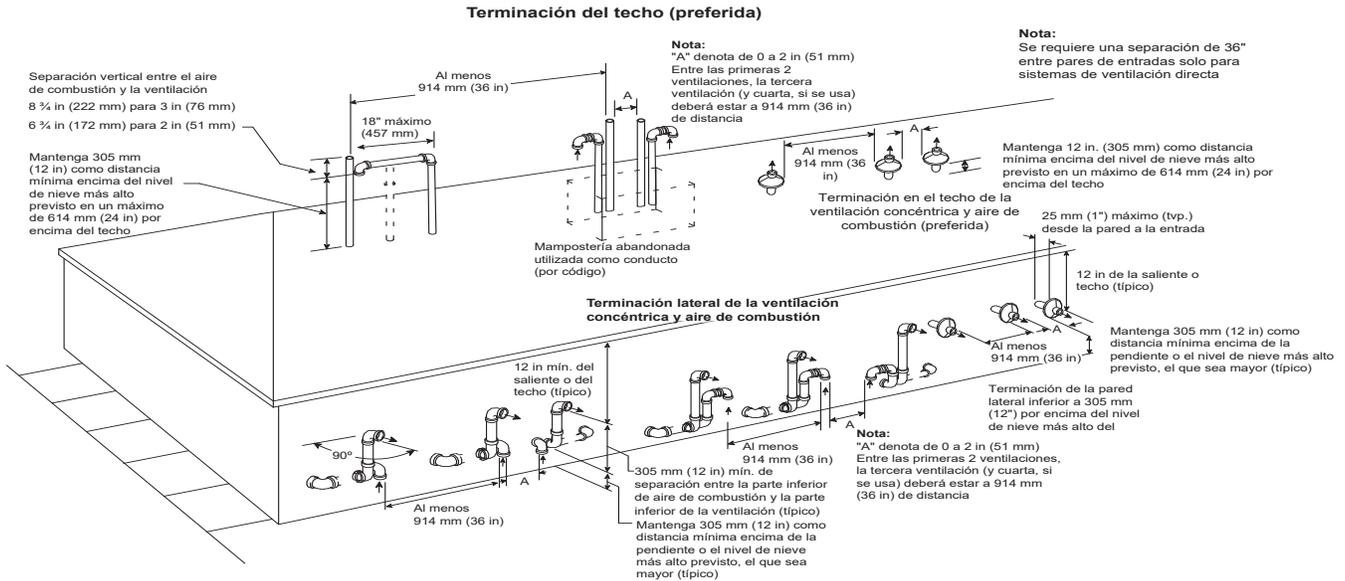
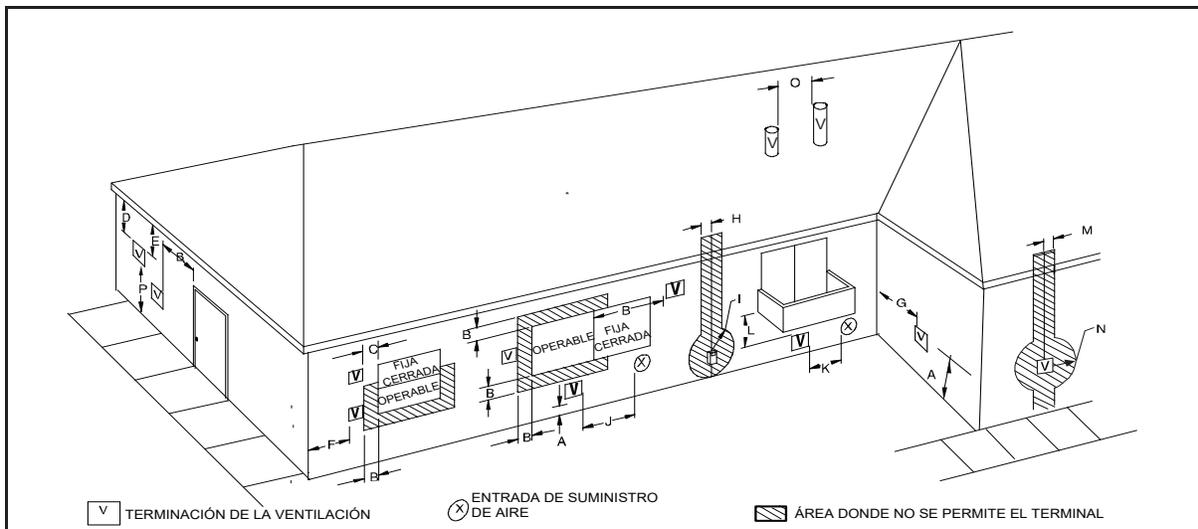
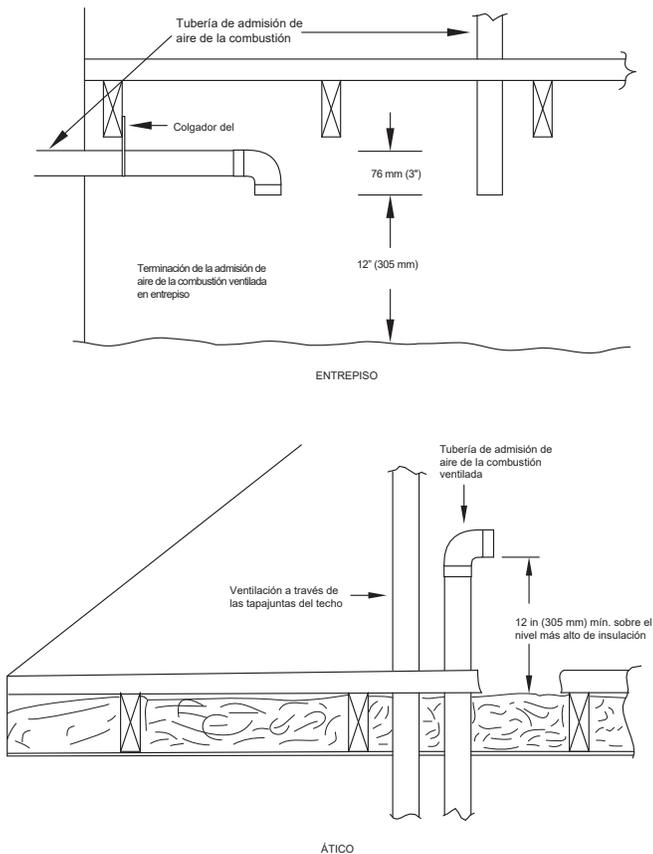

Fig. 40 – Terminación de aire de combustión y de ventilación para sistemas de ventilación directa (2 tuberías)
Fig. 43 – Distancias para las terminaciones de ventilación de aire de combustión ventilado y de ventilación indirecta
Fig. 47 – Terminaciones de ventilación para sistemas de aire de combustión ventilado A10497SP
Puede emplearse una chimenea de mampostería abandonada como vía de escape para tuberías de aire de combustión (si corresponde) y ventilación, siempre que estén debidamente aisladas y cuenten con el soporte necesario. Cada calefactor debe contar con sus propias tuberías de aire de combustión y ventilación que deben terminar por separado, como se muestra en Fig. 40 para sistemas de ventilación directa (2 tuberías) o en Fig. 41 para la opción de una tubería o aire de combustión ventilado.
Con la opción de aire de combustión ventilado, la ventilación termina y descarga los productos de la combustión directamente al exterior, de forma similar a un sistema de ventilación directo. Consulte la Fig. 43 para ver referencias de las distancias que exigen las autoridades del código nacional.
En un sistema de ventilación indirecta (1 tubería), todo el aire de combustión se saca de la zona adyacente al calefactor y todos los productos de la combustión salen al exterior. El aire de combustión debe suministrarse como se describe en la sección "Aire para combustión y ventilación". No utilice una chimenea abandonada para suministrar aire exterior al calefactor. Consulte la Fig. 43 para ver las referencias a las distancias de ventilación que requieren las autoridades del Código nacional.
Para la holgura de las terminaciones de ventilación, las referencias a los códigos nacionales se muestran en Fig. 42 para sistemas de ventilación directa/de 2 tuberías y en Fig. 43 para sistemas de aire de combustión ventilado/ventilación indirecta/de 1 tubería. Para configuraciones de terminación en el exterior, consulte en Fig. 40 para sistemas de ventilación directa/de 2 tuberías y en Fig. 41 para sistemas de aire de combustión ventilada/ ventilación indirecta/de 1 tubería. Comuníquese con las autoridades locales para informarse sobre otros requisitos o exenciones de los códigos nacionales que aparecen en las figuras.
- Cumpla con todos los requisitos de distancia de la Fig. 42 o la Fig. 43 según la aplicación.
del código nacional. Las terminaciones de ventilación y aire de combustión permitidas se indican en la Fig. 40.
La tubería de ventilación indirecta (1 tubería) debe terminar en el exterior. Consulte la Fig. 43 para ver las referencias a las distancias de ventilación que requieren las autoridades del Código nacional. Las terminaciones de ventilación permitidas se muestran en la Fig. 41.
La tubería de ventilación de un sistema de aire de combustión ventilado debe terminar en el exterior. Consulte la Fig. 43 para ver las referencias a las distancias de ventilación que requieren las autoridades del Código nacional. Las terminaciones de ventilación permitidas se muestran en la Fig. 41. La tubería de aire de combustión desemboca en un ático o semisótano bien ventilado. Respete las distancias que se muestran en la Fig. 47.